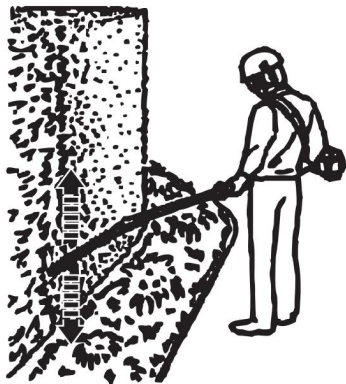

Fig. 59
4. Snij beide zijden vanaf de onderkant naar boven en naar boven toe. Hierdoor wordt voorkomen dat er maaisel in het pad van het nog te maaien gebied terechtkomt (Fig. 59).